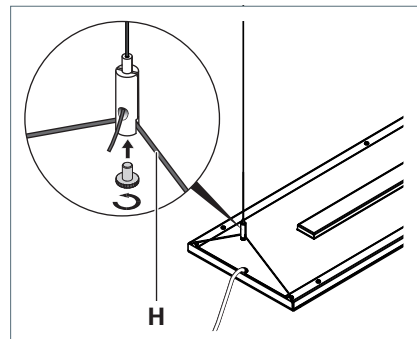

Fig. 9: Einzel- oder Startleuchte an Drahtseilhalter befestigen.
- Schieben Sie das Drahtseil **H** der Leuchte in den Drahtseilhalter, siehe Fig. 9.